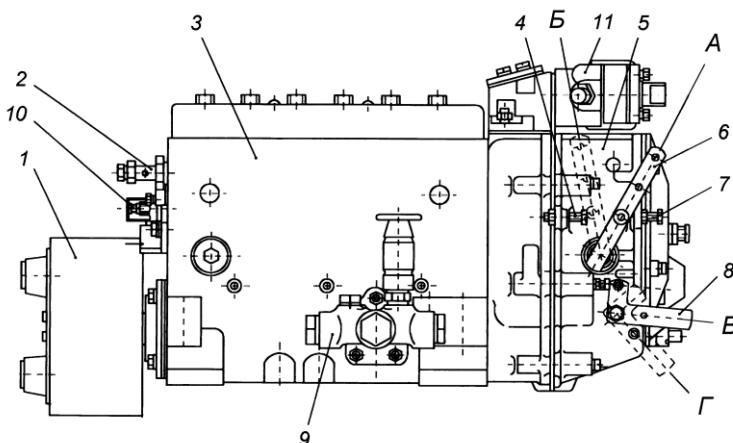
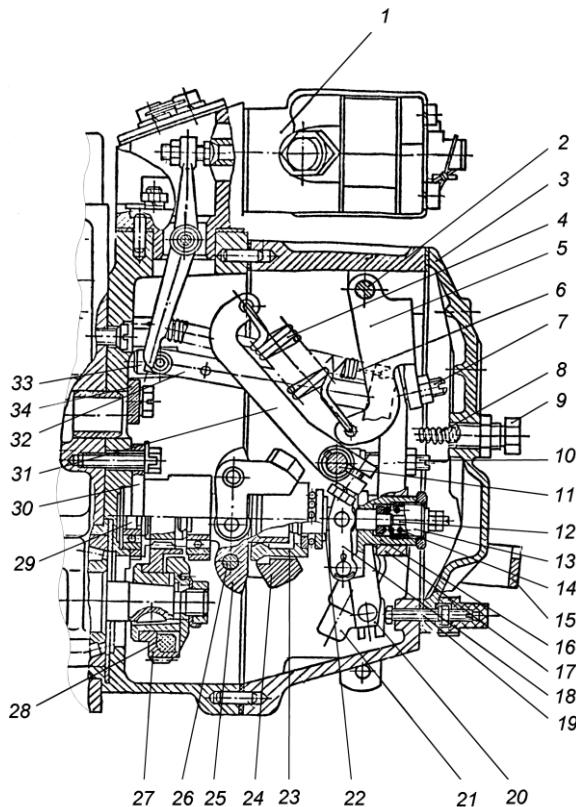
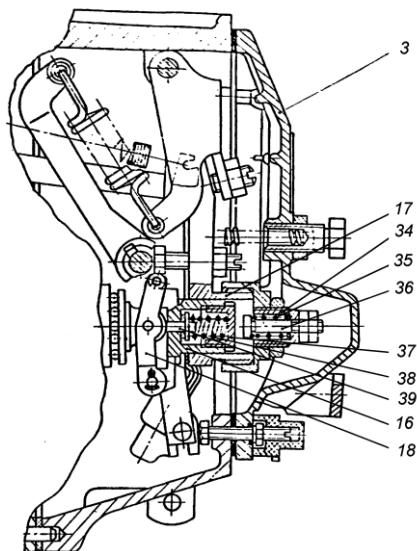

Рис. 25. Топливный насос высокого давления:
Рис. 26. Регулятор частоты вращения:
Рис. 27. Регулятор частоты вращения:
Топливный насос высокого давления в сборе с регулятором частоты вращения, топливоподкачивающим насосом и демпферной муфтой изображен на рис. 25.
Регулятор частоты вращения (рис. 26, 27) механический всережимный центробежного типа предназначен для поддержания заданного водителем скоростного режима работы двигателя путем автоматического изменения количества подаваемого топлива в зависимости от изменения нагрузки на двигатель.
Муфта 23 с упорной пятой 22 в сборе одним концом опирается на направляющую поверхность державки, а за второй конец подвешена на рычаге 18 корректора, закрепленном на втулке 16 рычага регулятора. Пята муфты грузов связана через узел отрицательного корректора с рычагом рейки 20 и через тягу 32 с рейкой топливного насоса. К верхней части рычага рейки присоединена пружина 6 рычага рейки, удерживающая рейку насоса в положении, соответствующем максимальной подаче, что обеспечивает увеличенную подачу топлива при пуске двигателя. В нижнюю часть рычага рейки запрессован палец, который входит в отверстие ползуна кулисы 21. Вал 11 рычага регулятора жестко связан с рычагом управления 6 (рис. 25) и рычагом пружины 31. Перемещение рычага управления регулятором ограничивается двумя болтами 4 и 7 (рис. 25). За рычаг пружины
31 (коротким зацепом) (рис. 26) и двуплечий рычаг 5 (длинным зацепом) зацеплена пружина регулятора 4, усилие которой передается с двуплечего рычага на рычаг регулятора через винт - 7 двуплечего рычага. В рычаг регулятора ввернут регулировочный болт 10, который упирается в вал рычага пружины и служит для регулировки номинальной подачи топлива. В нижней части рычаг регулятора снабжен боковой накладкой, удерживающей втулку 16 обратного корректора и упорную пятку 22 от проворота. Кроме того, хвостовик болта крепления боковой накладки, входя в боковой продольный паз втулки предохраняет ее от выпадания из расточки рычага. Упор 34, закрепленный на корпусе регулятора, не позволяет рычагу пружины 31 опасно приближаться к врачающейся державке грузов. В нижней части рычага регулятора расположены корректирующие устройства, предназначенные для формирования внешней скоростной характеристики ТНВД и крутящего момента двигателя. ТНВД 133-20 оснащен отрицательным корректором (рис. 26), а ТНВД 133-30 – комбинированным корректором (рис. 27). Для полного выключения подачи топлива служит механизм останова, состоящий из кулисы 21, скобы 15 и возвратной пружины. Во время работы кулиса прижата усилием возвратной пружины к регулировочному винту 19.
грузов 23 рычаг рейки 32 до упора втулки 16 (рис. 27) отрицательного корректора в положительный корректор 36. Далее, преодолевая сопротивление буферной пружины 8, грузы перемещают вправо всю систему рычагов и рейку ТНВД до установления цикловой подачи секции ТНВД, соответствующей минимальному скоростному режиму (режиму минимальной частоты вращения холостого хода).
Корректоры, установленные на рычаге 17 регулятора (рис. 26 и 27), обеспечивают изменение цикловой подачи в зависимости от частоты вращения коленчатого вала.
Положительный корректор 34, 35, 36 (рис. 27) обеспечивает постоянное увеличение подачи топлива при уменьшении частоты вращения коленчатого вала двигателя от номинальной до  $1300\pm50$  мин-1 и тем самым обеспечивают тяговую характеристику двигателя в зоне максимального крутящего момента.
Отрицательный корректор ТНВД 133-30 (16, 18, 37, 38, 39 рис. 27), обеспечивает постепенное уменьшение цикловой подачи топлива при уменьшении частоты вращения коленчатого вала двигателя от  $1300 \text{ мин}^{-1}$  до  $1000 \text{ мин}^{-1}$  и тем самым обеспечивает бездымную работу двигателя.
Отрицательный корректор ТНВД 133-20 (12, 13, 14, 16, 18 рис. 26) обеспечивает постепенное уменьшение цикловой подачи топлива при уменьшении частоты вращения коленчатого вала двигателя от номинальной до  $1000 \text{ мин}^{-1}$ .
- 1 Минимальная частота вращения холостого хода регулируется болтом 7 (рис. 25) и корпусом буферной пружины 9 (рис. 26);
- 2 Максимальная частота вращения холостого хода (начало выброса рейки) регулируется болтом 4 (рис. 25).
- 3 Номинальная мощность (подача) регулируется болтом 10, подрегулируется винтом 19 (рис.26).
- 4 Максимальный крутящий момент (для ТНВД 133-30) подрегулируется корпусом пружины корректора 34 (рис. 27).
- 5 Предварительное натяжение пружины (разность оборотов конца и начала выброса рейки) регулируется винтом 7 (рис. 26).
для ТНВД 133-20 - гайкой корректора 12 (рис. 26);
для ТНВД 133-30 - шайбами между упором 39 и втулкой 16 корректора (рис. 27).
для ТНВД 133-20 - корпусом корректора 13 (рис. 26);
для ТНВД 133-30 - шайбами между пружиной 38 и пробкой 37 корректора (рис. 27).